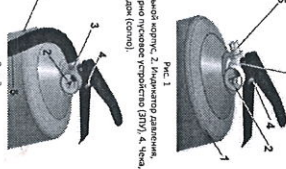

Рис.1 1. Стальная корпус; 2. Индикатор давления; 3. Запорно-пусковое устройство (ЗПУ); 4. Чека; 5. Насадка (опция)
3. Устройство и принцип работы Огнегаситель состоит из корпуса 1 наполненного порошком, индикатора давления 2, запорно-пускового устройства (ЗПУ) 3, чека 4, насадок 5 (рис.1). Огнегасители ОП-4(Э)-01, ОП-5(Э)-01, ОП-6(Э)-01, ОП-8(Э)-01, ОП-9(Э)-01 и ОП-10(Э)-01 дополнительно снабжены рукоявом 5 (рис.2).